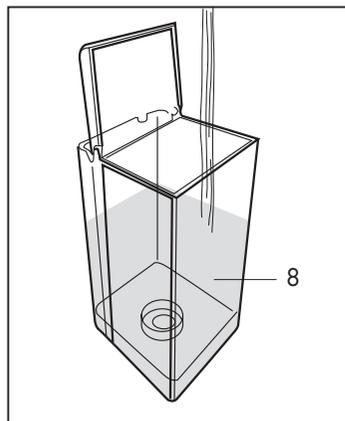

Fig. 2
- Riempire il serbatoio con acqua per un massimo di 2,5 litri. (Fig.2)